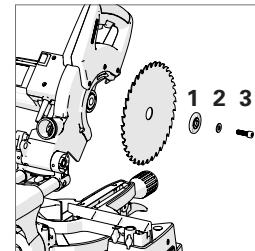

Abb. 20
Äußenen Flansch (1) (flache Seite auf die Maschine), Scheibe (2) und Spindelschraube (3) montieren. (Abb. 20)